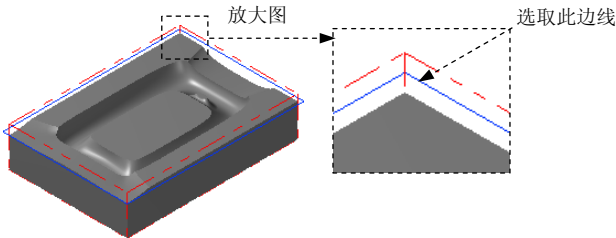

图 23.19 选取切削范围边线
(2) 设置加工边界。在 **边界范围** 区域中单击  按钮，系统弹出“串连选项”对话框。在图形区中选取图 23.19 所示的边线，单击  按钮，系统返回至“刀具路径的曲面选取”对话框。